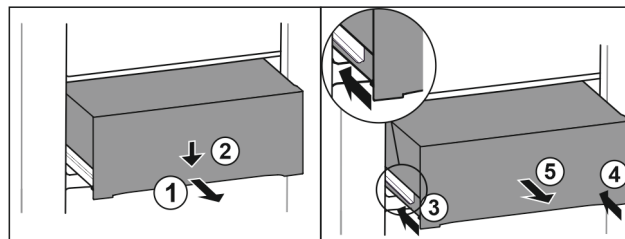

Fig. 221
- Estrarre il cassetto a metà. Fig. 221 (1)
- Premere il cassetto sul lato anteriore verso il basso. Fig. 221 (2)
- Spingere la guida sinistra di circa 2 cm verso l'interno. Fig. 221 (3)
- Spingere la guida destra di circa 2 cm verso l'interno. Fig. 221 (4)
- Rimuovere il cassetto tirandolo in avanti. Fig. 221 (5)